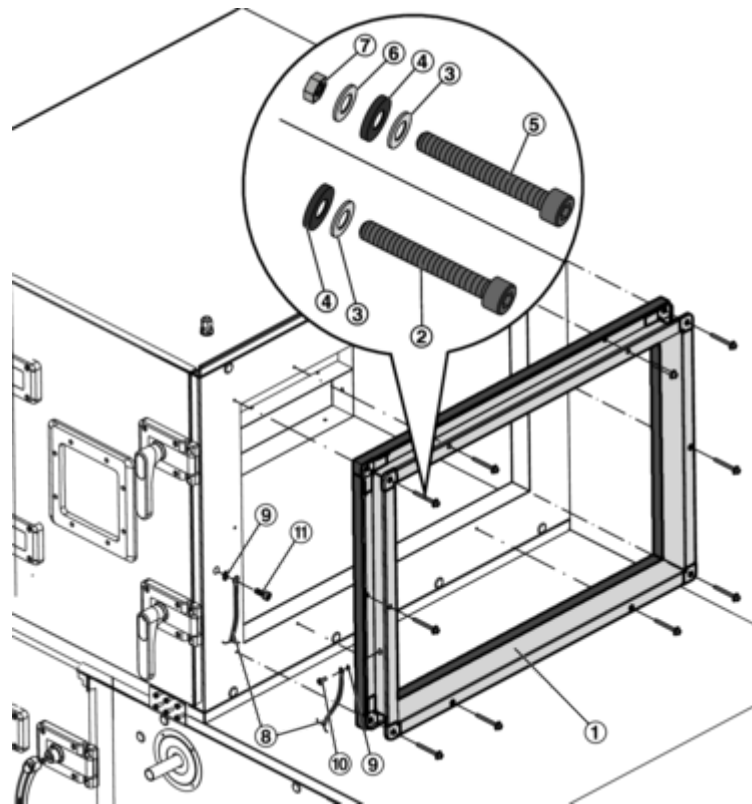

Abb. 19: Dämmstutzen montieren
②	Gewindefurchende Zylinderkopfschraube M6 × 40	A00000055910	A00000055911	–	–
③	Unterlegscheibe Ød 6,4	M332AA3	M333AA3	M332AA3	M333AA3
④	Gummidichtring 17 × 6,5 × 3	M338BD0
⑤	Zylinderkopfschraube M6 × 40	–	–	A00000018868	A00000056190
⑥	Unterlegscheibe Ød 6,4	–	–	M332AF9	M333AC3
⑦	Mutter M6	–	–	M332AD6	M323AA3
⑧	Erdungskabel	A00000026651
⑨	Fächerscheibe	M332KB4	A00000045194	M332KB4	A00000045194
⑩	Linsenkopfschraube M6 × 12	M852AC6
⑪	Zylinderkopfschraube M6 × 30	M852AC4
- 1 ▶ Dämmstutzen (Abb. 19 /1) mit Dichtung zum RLT-Gerät mit gewindefurchenden Schrauben (Abb. 19 /2) und Gummidichtringen (Abb. 19 /4) und Unterlegscheiben (Abb. 19 /3) befestigen.
Bei Montage an einer Jalousieklappe, den Dämmstutzen mit den im Lieferumfang enthaltenen Zylinderkopfschrauben (Abb. 19 /5) mit Gummidichtringen (Abb. 19 /4), Unterlegscheiben (Abb. 19 /3 und 6) und Muttern (Abb. 19 /7) befestigen.
- 2 ▶ Die 1. Öse des Erdungskabels (Abb. 19 /8) mit einer Linsenkopfschraube M6 × 12 (Abb. 19 /10) und Fächerscheibe (Abb. 19 /9) am Dämmstutzen befestigen.
- 3 ▶ Die 2. Öse des Erdungskabels mit Zylinderkopfschraube M6 × 30 (Abb. 19 /11) und Fächerscheibe durch das Panelblech am Gestell des RLT-Gerätes befestigen.